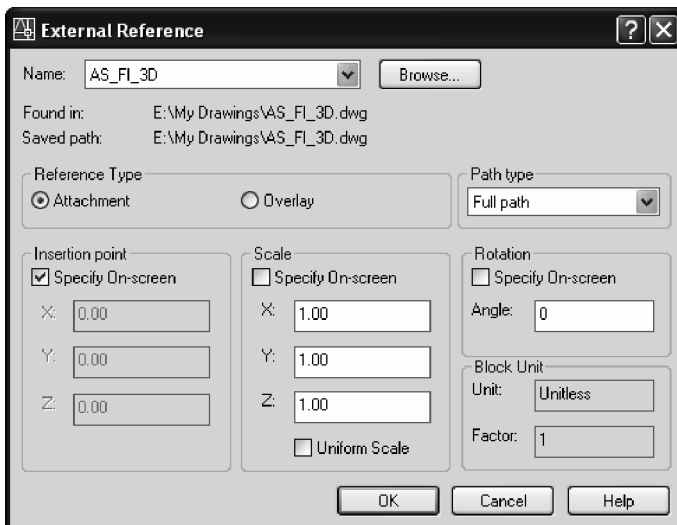

Fig. 6.110 Fereastra **External Reference**
3. În fereastra de dialog **External Reference**, Fig. 6.110, în secțiunea **Reference Type**, se selectează opțiunea **Attachment**.
Inserarea unui desen extern prin suprapunere (*overlay*) se obține dacă, în fereastra de dialog **External Reference** din Fig. 6.110, în secțiunea **Reference Type**, se selectează opțiunea *Overlay* în loc de *Attachment*.